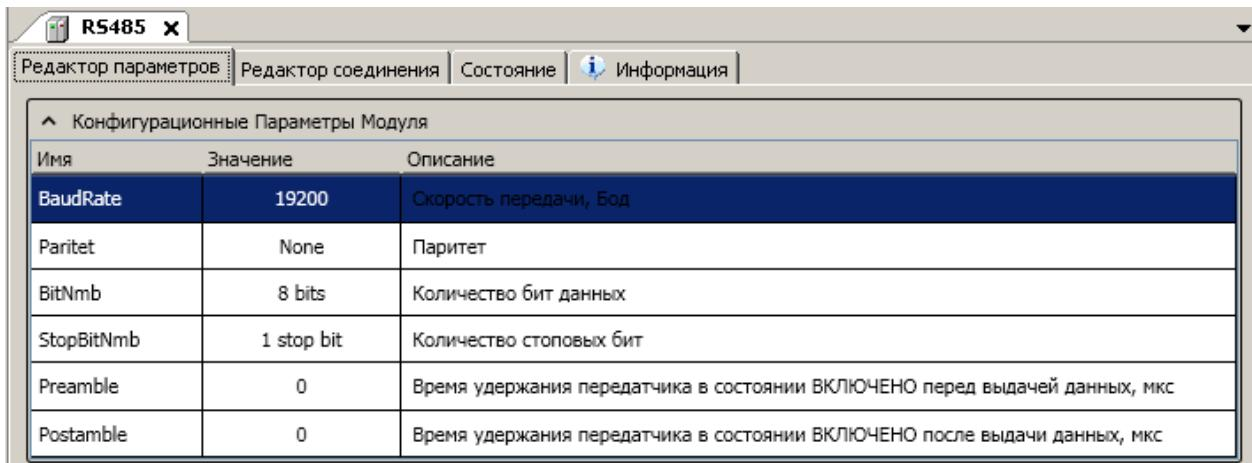

Рисунок 3.75 – Модуль RS485 . Закладка Редактор параметров
- 2 Перейти на закладку **Редактор параметров** (рисунок 3.75) и настроить соответствующие параметры модуля.